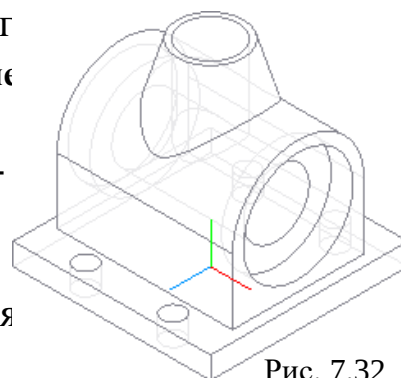

Рис. 7.32
13. Для создания симметричного углубления воспользуемся инструментом  **Зеркальный массив**. В качестве входных параметров операции последовательно указываем в **Дереве построений** последнюю операцию выдавливания и координатную плоскость YZ (рис. 7.32).